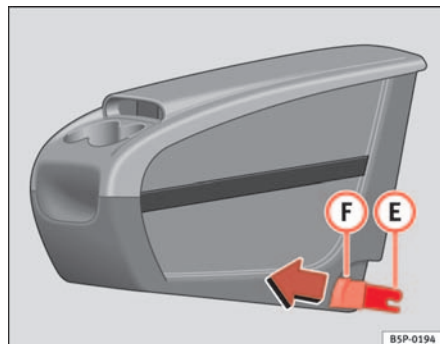
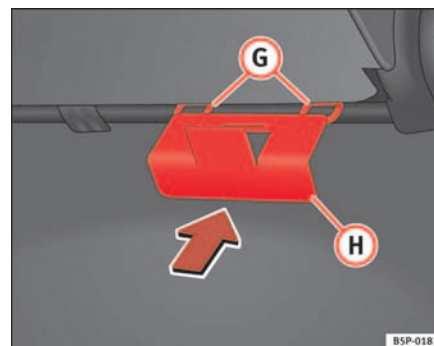

Abb. 109 Zusätzliche Ablage. Anbringen
Abb. 110 Halteplatte der zusätzlichen Ablage
- Die Halteplatte (H) ⇒ Abb. 110 der zusätzlichen Ablage vom Fahrzeuginnern aus auf der Rückseite des Sitzes befestigen. Sie muss sich zwischen der Lehne und dem Sitzkissen im Bereich des mittleren Rücksitzes befinden.
- Die beiden Befestigungselemente **E** ⇒ Seite 142, Abb. 109 zu den beiden Befestigungsringen **G** ⇒ Seite 142, Abb. 110 ausrichten und die beiden Klammern vollständig in die Befestigungsringe eindrücken.
- An den Knöpfen ⇒ Seite 142, Abb. 109 **F** der Klammern nach vorne ziehen (rote Knöpfe), bis sie hörbar ausgehängt sind.